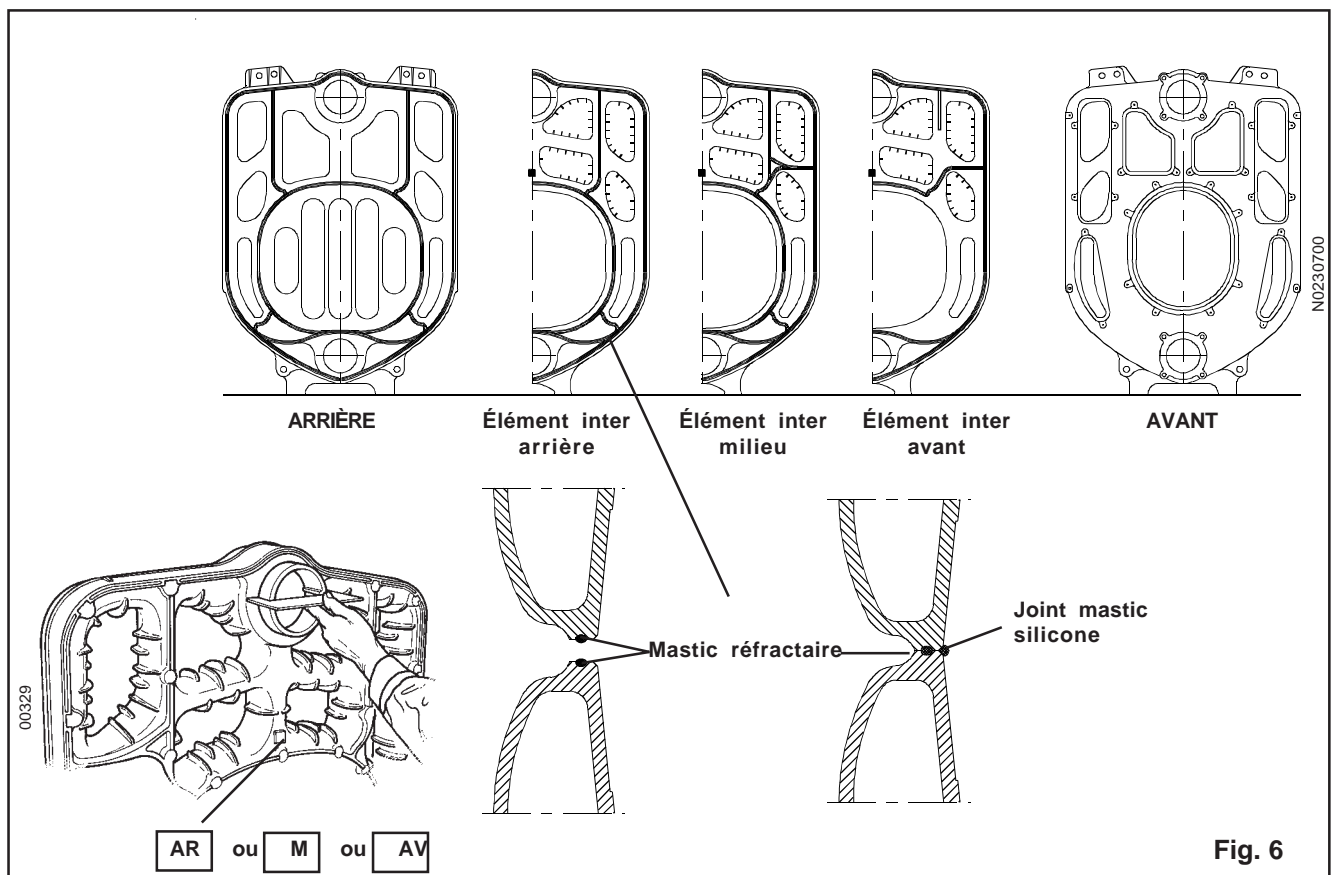

Fig. 6
- 4) Sur l'élément vertical, nettoyer avec une brosse métallique la gorge de réception du mastic réfractaire d'étanchéité. Mastiquer les cordons lapidés et le cordon extérieur (voir figure 6),
- 7) Positionner les nipples dans les orifices de l'élément vertical et les enfoncer **légèrement** à l'aide d'un morceau de bois sur lequel on frappe avec un marteau ou un maillet pour que les nipples restent maintenues dans les alésages. Ne pas trop les engager afin que le serrage se fasse par le rapprochement des éléments. Veiller attentivement à l'aplomb parfait des nipples. Contrôler l'enfoncement à l'aide du gabarit fourni (voir figure 6).
De plus, les repères (AR, M et AV) (voir figure 6), placés sur les éléments doivent toujours être dirigés vers l'avant de la chaudière.